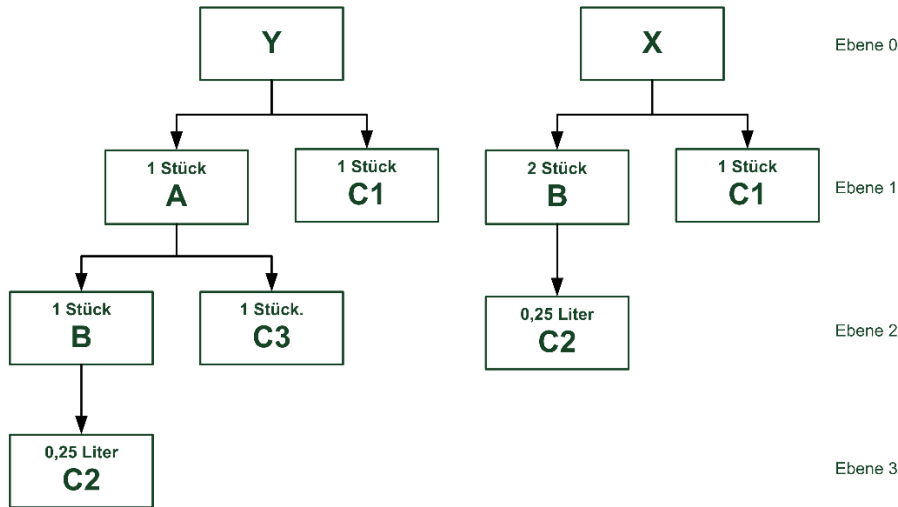

Abbildung 7.1 Fertigungsstückliste für Übungsbeispiel
Es werden zwei neue Artikel X und Y in das Produktportfolio aufgenommen. Beide Artikel werden selbst hergestellt (Beschaffungsmethode = Fertigungsauftrag, Produktionsart = Lagerfertigung). Die Stücklisten für die Herstellung der Artikel X und Y werden in Abbildung 7.1 dargestellt. A und B sind Halbfertigprodukte, die ebenfalls selbst hergestellt und auf Lager gehalten werden. C1 bis C3 sind Rohmaterialien, die über Einkaufsbestellungen beschafft werden müssen. Die Beschaffungszeiten für die Artikel C1, C2 und C3 betragen 3, 2 und 2 Wochen. Zur Vorbereitung für die Produktion müssen nun die entsprechenden Artikel im Artikelstamm und die Fertigungslisten für die herzustellenden Produkte angelegt werden.
- Legen Sie nun die Stücklistenzeilen an (siehe Abbildung 7.1). Wählen Sie dazu im Feld *Art* den Eintrag »Artikel«, im Feld *Nr.* den Wert »NAV_C2« und im Feld *Komponentenmenge* tragen Sie »0,25« ein.